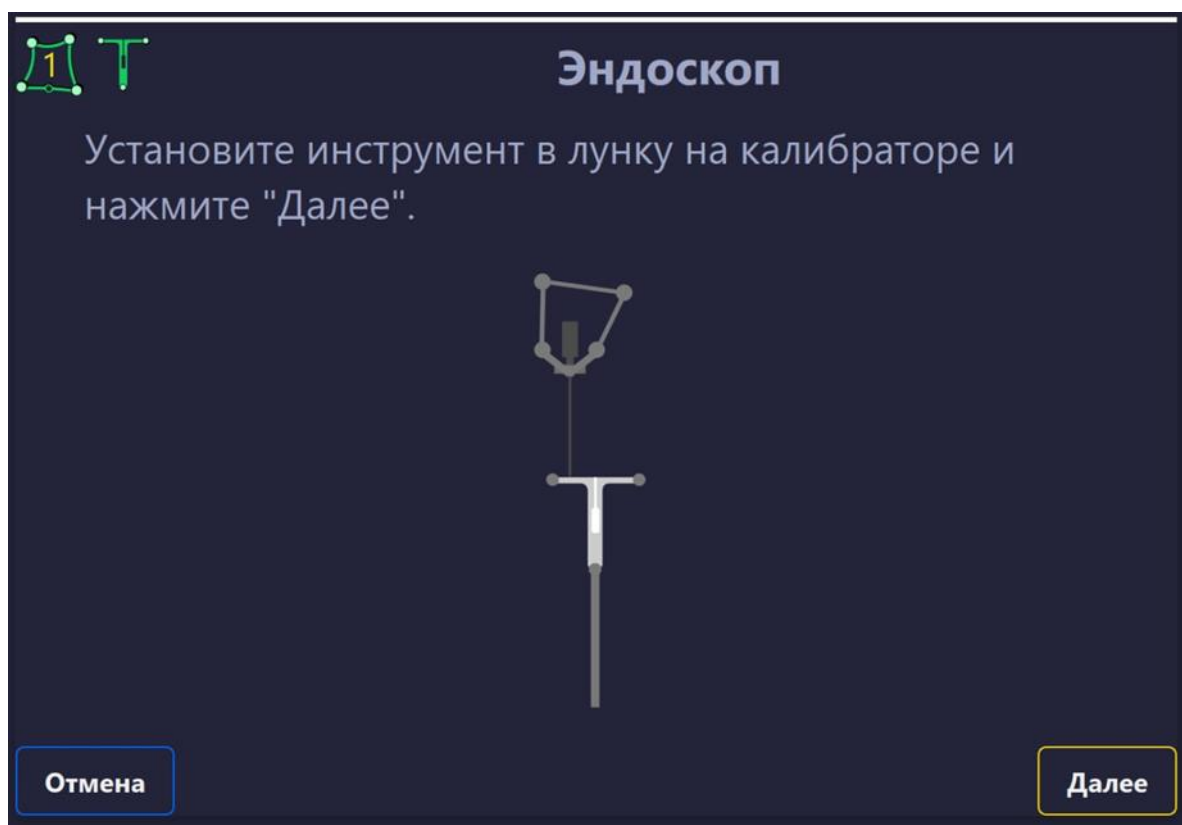

Рисунок 158 – Установка инструмента в верхнюю лунку калибратора
3. Установить инструмент в верхнюю лунку в соответствии с изображением на экране (рисунок 158).